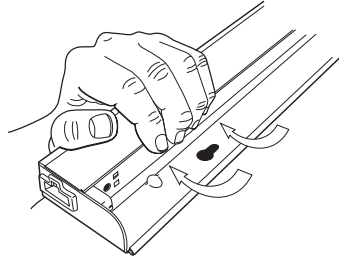

Figure 4
1. Open wireway cover by gently pressing inward to release cover from thumbnail lances on housing. **See Figure 4.**
1. Ouvrir le cache du passe-fils. Appuyer délicatement vers l'intérieur pour le dégager de l'incision sur le boîtier. **Voir la Figure 4.**